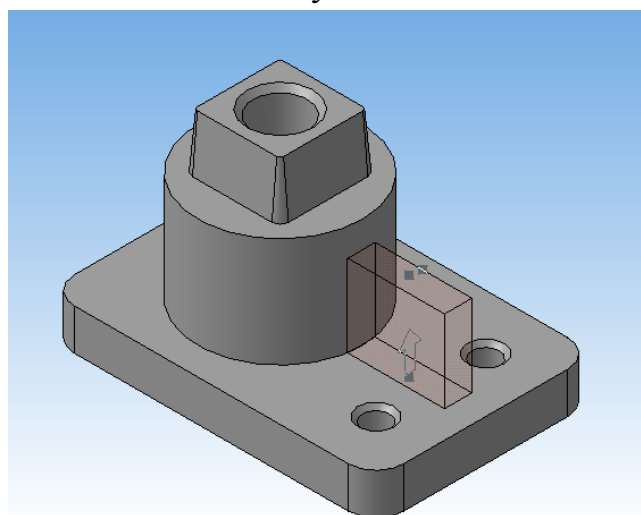

Рисунок 43.
26. Выполните «Операцию выдавливания»  и вытяните ваш эскиз, указав в параметрах «На расстояние» **30мм** (рисунок 43).